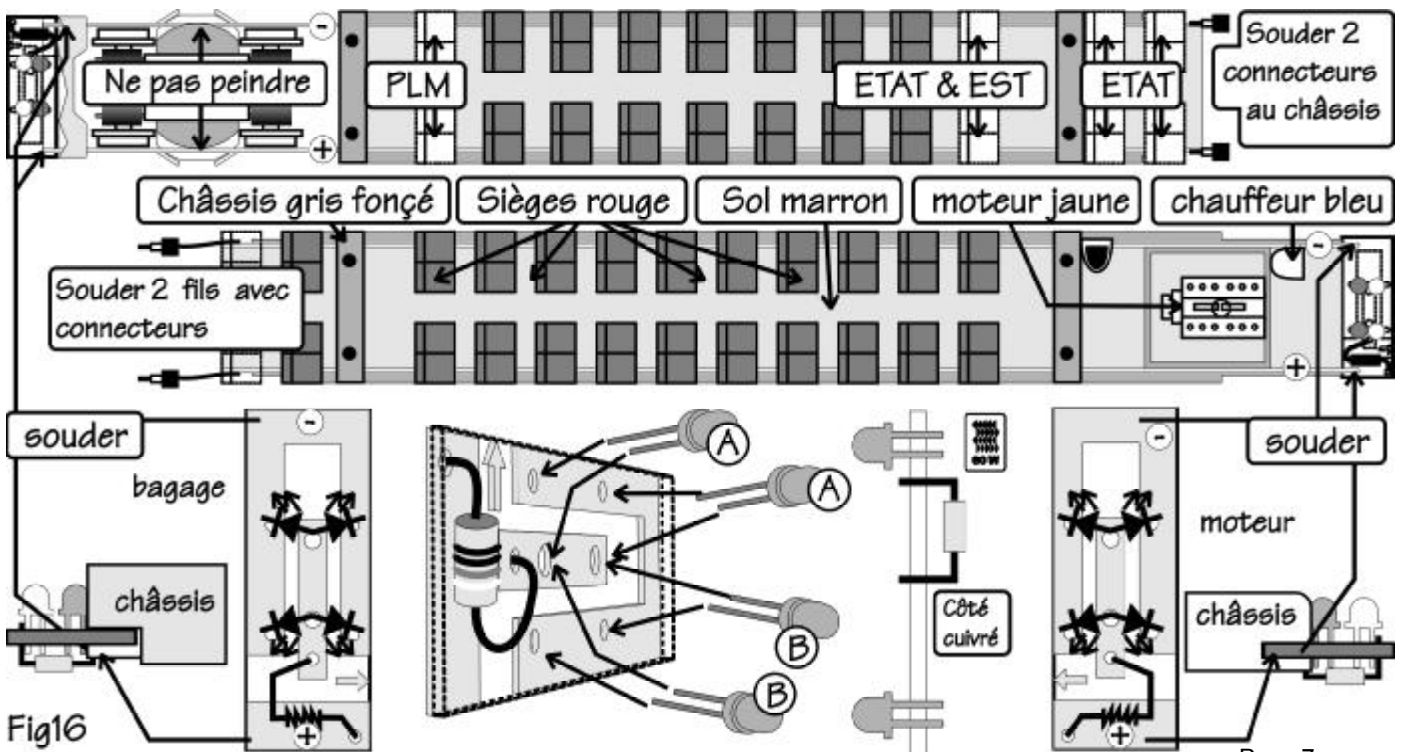

Fig16
6 : Montage de l'éclairage et décoration du châssis Fig 16
8.2 : Le sol est marron, les cloisons du compartiment sont crème et les sièges rouge .**Fig 16**